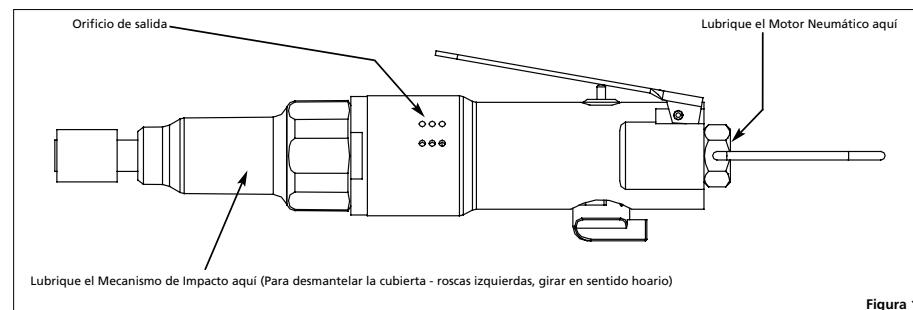

Figura 1
3. Conecte la herramienta neumática a la fuente de suministro de aire y cubra el orificio de salida con una toalla (Vea la Figura 1). Deje que la herramienta neumática funcione en ambos sentidos por 7 a 10 segundos. Al aplicarle presión, la herramienta expulsará aceite por el orificio de salida.